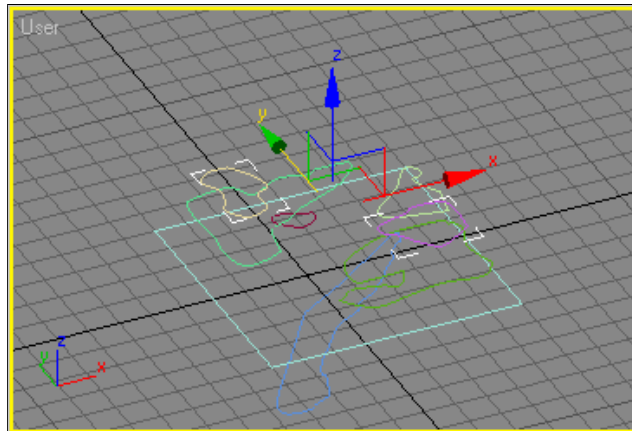

Abbildung 2.8: Die 2D-Formen, aus denen die Landschaft zusammengesetzt wird.
- In einem zweiten Schritt werden den Höhenlinien entsprechend unterschiedliche z -Koordinaten gegeben (siehe Abbildung 2.8).